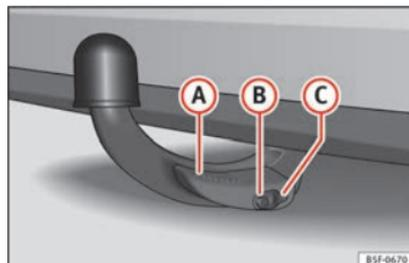

Fig. 226 Sfera smontabile fissata correttamente
- La leva (A) » fig. 226 è totalmente sollevata.
- Il perno di sblocco (B) » fig. 226 fuoriesce completamente (la parte rossa e verde è visibile).
- Il coperchio (C) » fig. 226 è collocato sulla serratura.